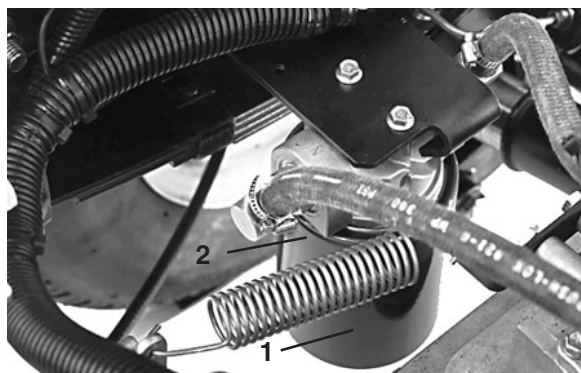

Figure 51
Remplacement du filtre hydraulique (Fig. 51)
2. Retirez le bouchon de vidange (Fig. 51) sur le côté du réservoir et laissez l'huile s'écouler dans un bac de vidange.